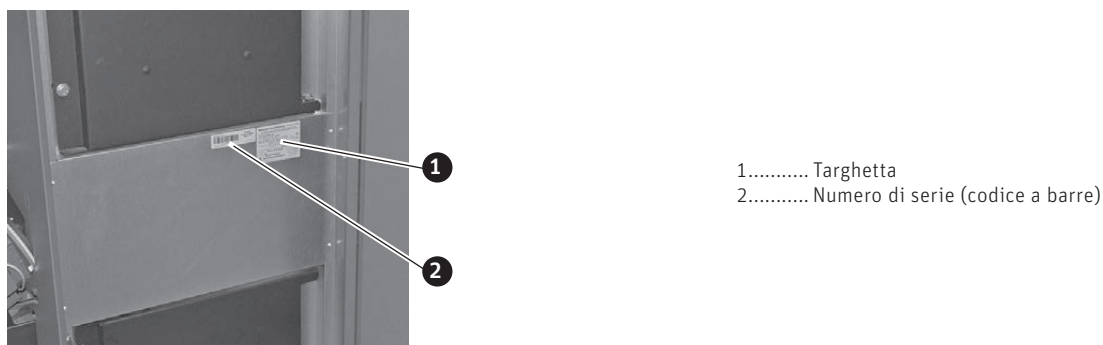

Fig.102 Applicare targhetta e numero di serie (codice a barre)
- ▶ Applicare la targhetta allegata e il numero di serie (codice a barre) all'interno sulla copertura centrale anteriore – Fig. 102.